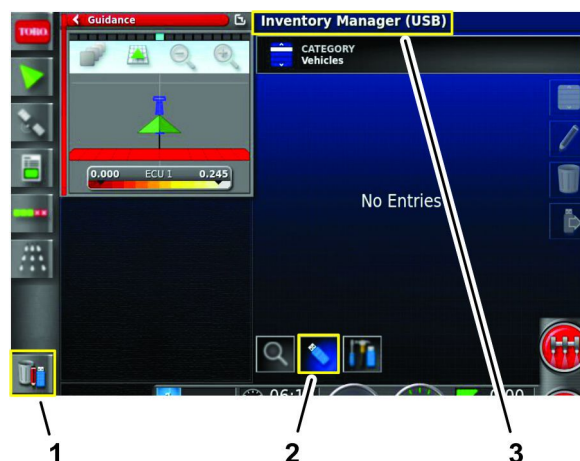

Figure 87
3. Appuyez sur l'icône Gestion d'inventaire (Figure 87).
4. Si le libellé du titre en haut de l'écran est Gestion d'inventaire (USB), appuyez sur l'icône Permuter l'affichage (Figure 87).